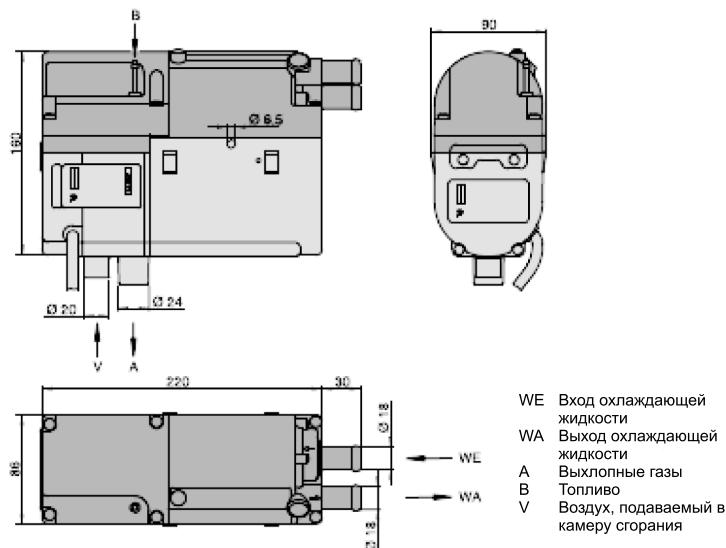

Рис. 5. Габаритные размеры отопительного прибора, работающего на бензине
**Спецификация деталей для отопительного прибора, работающего на бензине (рис. 5)**